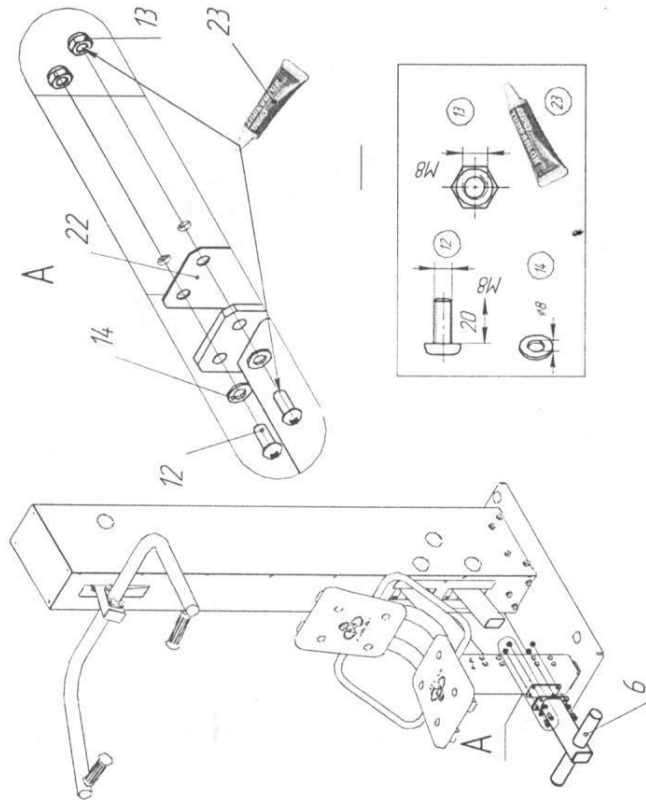

Рис.9
10.3.3.3 Установить опору ножную поз.6 используя прокладку поз.22 (рис.9) при помощи при помощи болтов поз.12, шайб поз.14 и гаек поз.13.